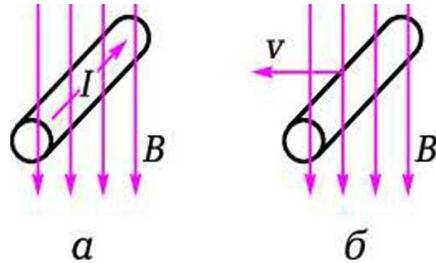

Рис. 4.4. Проводник с током в магнитном поле: а — к задаче 3; б — к задаче 4
3. На проводник длиной $l = 10$ см с током $I = 2$ А действует магнитное поле с индукцией $B = 1,3$ Тл (рис. 4.4, а). Определите значение и направление силы, действующей на проводник.
4. Проводник длиной $l = 10$ см перемещается в магнитном поле с индукцией $B = 1,3$ Тл (рис. 4.4, б). Скорость перемещения проводника $v = 100$ см/с. Определите значение и направление ЭДС в проводнике.